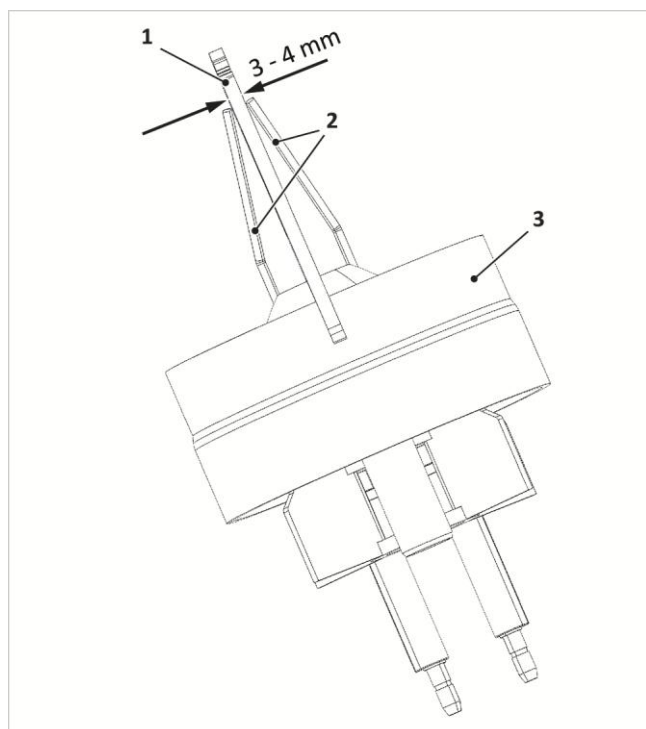

Fig. 151: Comprobar la distancia de los electrodos de encendido
3. Controle la distancia de los electrodos tal y como se muestra en la ➔ *fig. 151* y, en caso necesario, corrija la doblándolos.